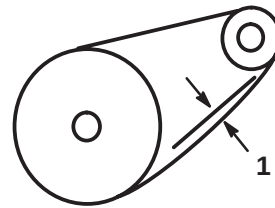

Bild 34
7. Überprüfen Sie den Durchhang der Kette, indem Sie sie in der Mitte mit mittlerem Druck anheben. Der Durchhang sollte 3 bis 10 mm betragen (Bild 34).